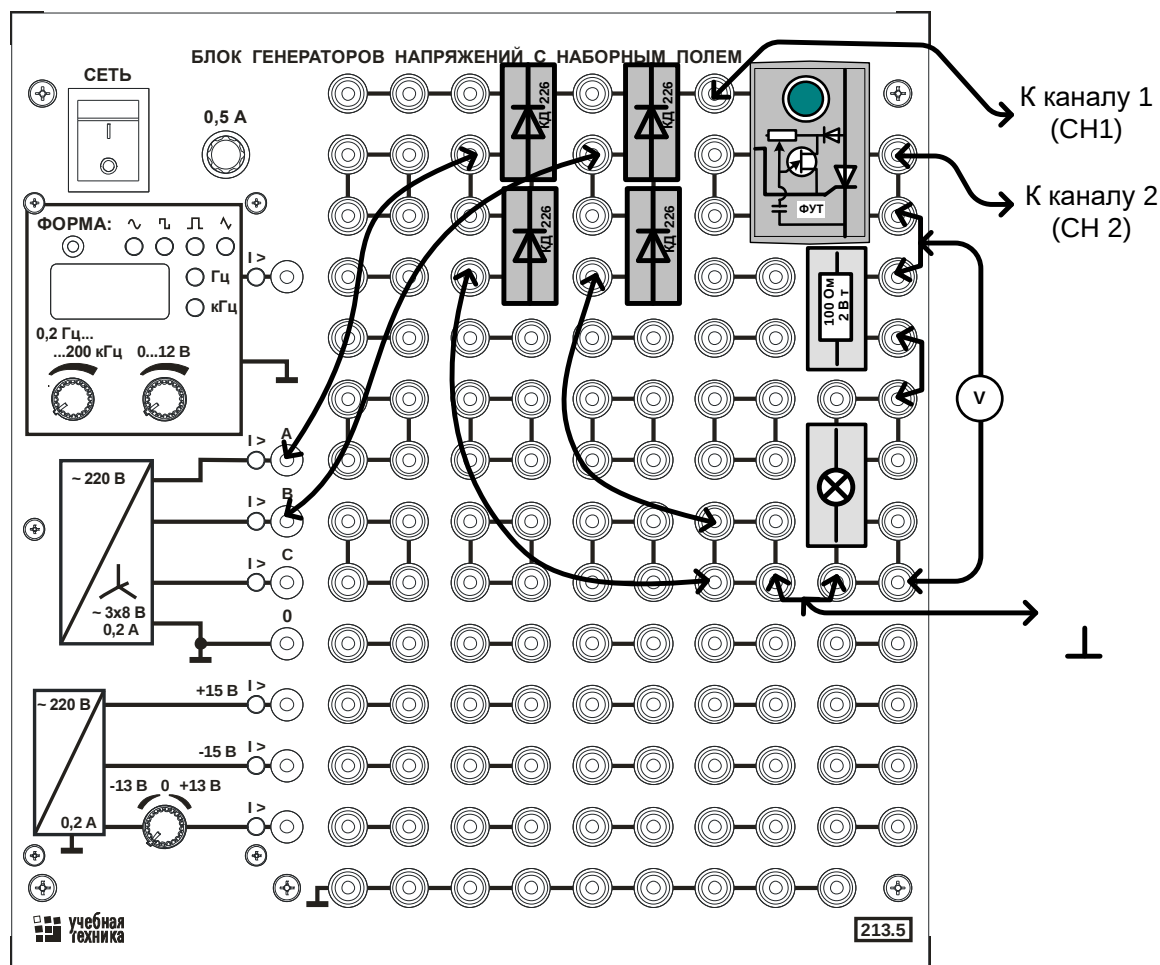

Рис. 6.13. Монтажная схема.
- Измените схему как показано на рис. 6.13 (двухполупериодный выпрямитель с тиристорным регулятором).
Соберите теперь схему регулятора переменного напряжения (рис. 6.13) и снимите зависимость $U_{\sim}(\alpha)$. Следует иметь в виду, что мультиметр не предназначен для измерения действующего значения несинусоидального напряжения. Поэтому измерения лучше произвести осциллографом. Для этого выберите пункты меню *Util*→*Measurement*→*Voltage*→*RMS* (см. Руководство пользователя осциллографа)